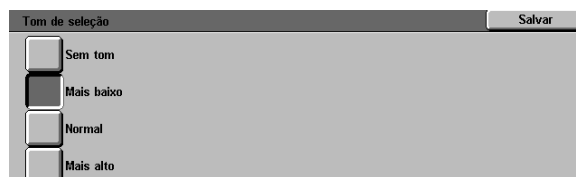

Figura 41: amostra da tela Configuração de tom de seleção
- Para os outros tons (Figura 41), toque em **Sem tom**, **Mais baixo**, **Normal** ou **Mais alto**.